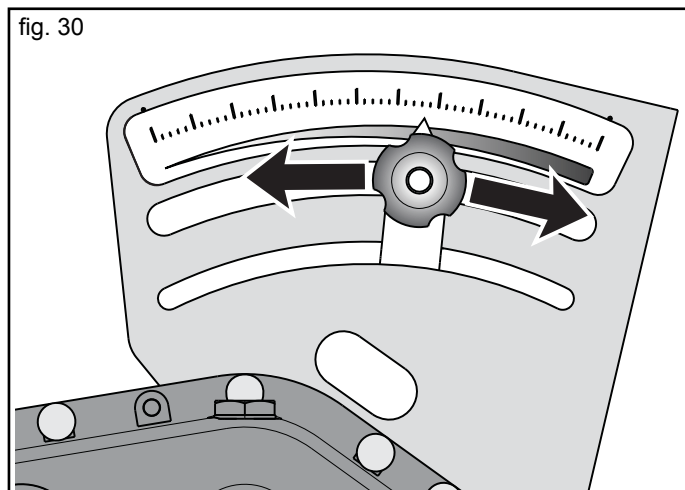

fig. 30
- 7) ... puis agir sur la poignée de réglage (Fig. 30) pour placer l'indicateur gradué dans la position souhaitée (en fonction de la quantité de produit à distribuer).